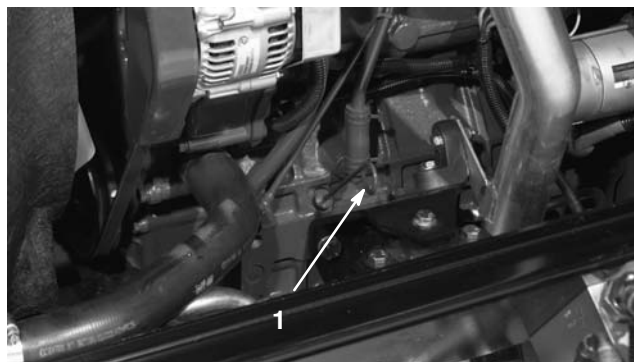

Bild 1
3. Entfernen Sie den Peilstab, wischen ihn ab und führen ihn wieder in das Rohr ein; ziehen Sie ihn dann wieder heraus. Der Ölstand sollte bei der Markierung VOLL am Peilstab sein (Bild 1).